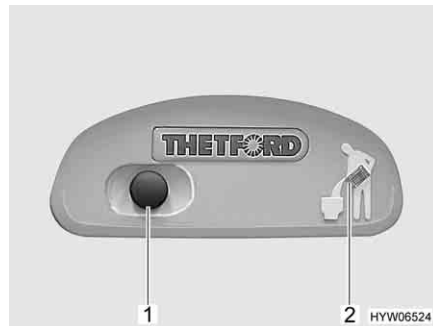
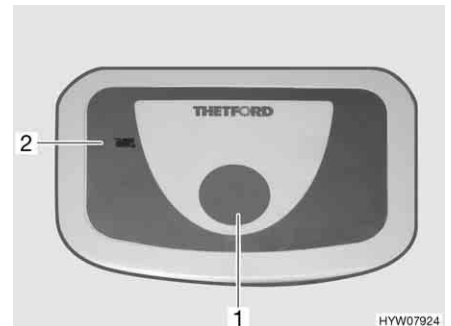

Bild 245 Spolknapp/kontrollampa Thetford-toalett
Bild 246 Spolknapp/kontrollampa Thetford-toalett (alternativ)
- För att spola, tryck på den blå spolknappen (Bild 245,1 resp. Bild 246,1).
Kontrollampan (Bild 245,2 resp. Bild 246,2) lyser när latrintanken måste tömmas.